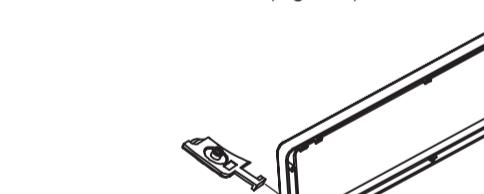

Figure 5 / Figure 5 / Figura 5 / Figura 5
- Place the AUX CAP into the Outer Escutcheon. (Figure 5)
- Placez le cache Aux dans l'écusson externe (Figure 5).
- Coloque la tapa AUX CAP en la placa externa. (Figure 5)
- Posizionare l'AUX CAP nel quadro esterno (Figure 5).